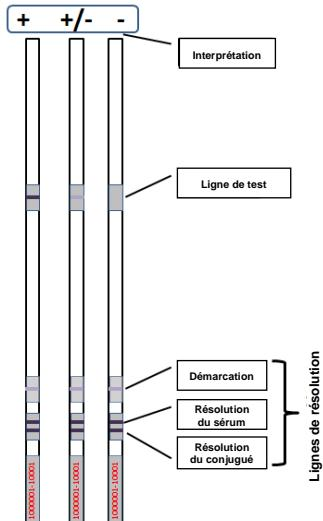
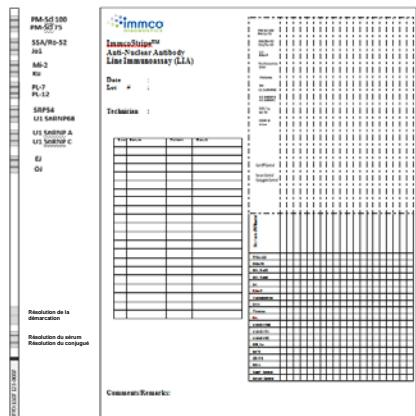

Figure 1: Schéma de buvards LIA ayant réagi avec une ligne de test.
Figure 2 : Schéma de la feuille de rapport
- Comme marqué dans la Figure 1, les lignes de résolution du sérum et du conjugué doivent être clairement positives indiquant une expérience réussie. La démarcation est une ligne légère avec variation en intensité en fonction des conditions de l'expérience. Le schéma de la Figure 1 montre un exemple d'une ligne de test. Dans le LIA pour Myosite (Figure 2), il existe 14 lignes de test et 3 lignes de résolution. Le développement de la ligne de test dépend de l'échantillon. Les réactions positives peuvent se produire dans diverses intensités allant de faibles à fortes. **Les réactions faibles doivent être comparées avec l'intensité de la ligne de démarcation fournie sur le buvard.** Les réactions qui sont distinctement plus foncées ou plus denses que l'intensité de la ligne de démarcation doivent être considérées positives.
Le LIA pour Myosite est capable de détecter les auto-anticorps des antigènes suivants : PM-Scl100, PM-Scl75, Ro-52, Jo-1, Mi-2, Ku, PL7, PL12, SRP54, U1RNP68, U1RNP A, U1RNP C, EJ et OJ. Se reporter à la Figure 2 pour la position des lignes de résolution et des antigènes individuels.